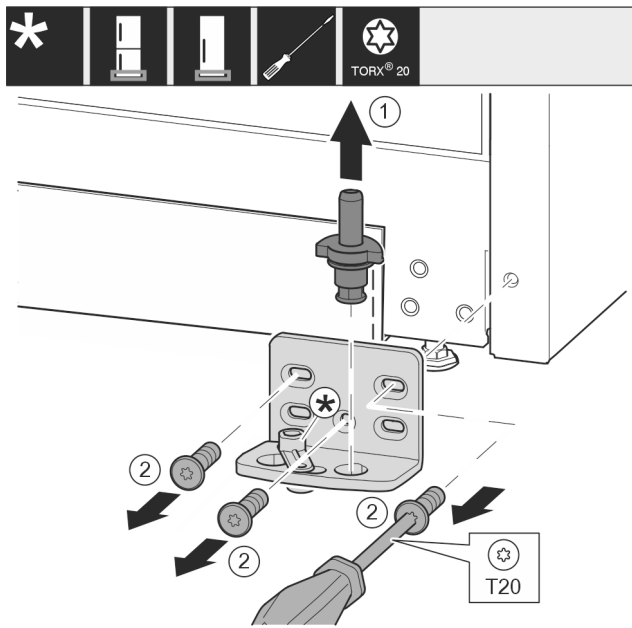

Fig. 13
- ▶ Tõmmake laagripolt täielikult ülespoole välja. Fig. 13 (1)
- ▶ Keerake kruvid kruvikeerajaga T20 välja ja võtke laagripukk maha. Fig. 13 (2)